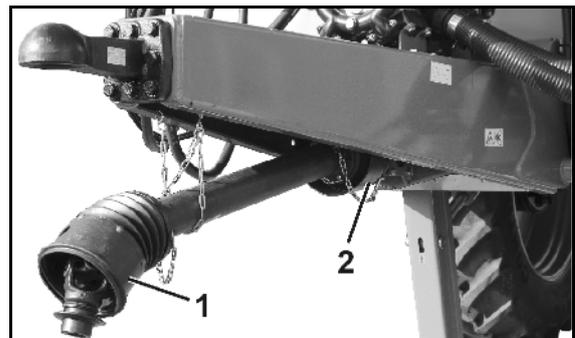

Fig. 13
- Fig. 13/...
- (1) Gelenkwellenschutz mit Halteketten
- (2) Maschinenseitiger Schutztrichter